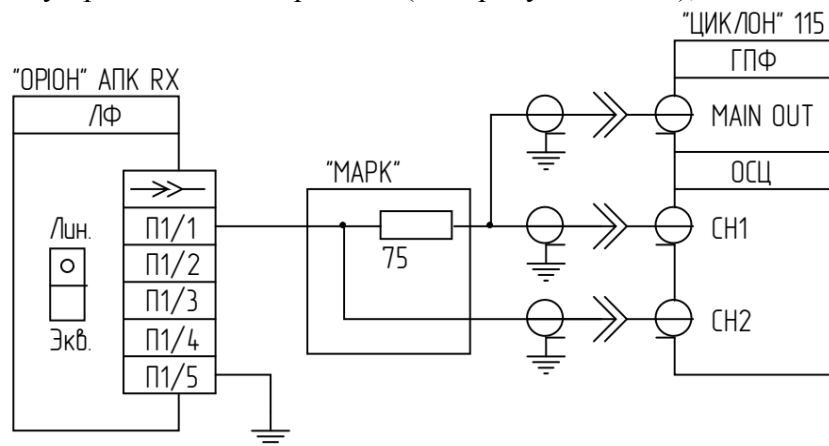

Рисунок 8.10.2 – Схема підключення
- 2) Зібрати схему проведення вимірювань (див. рисунок 8.10.2);